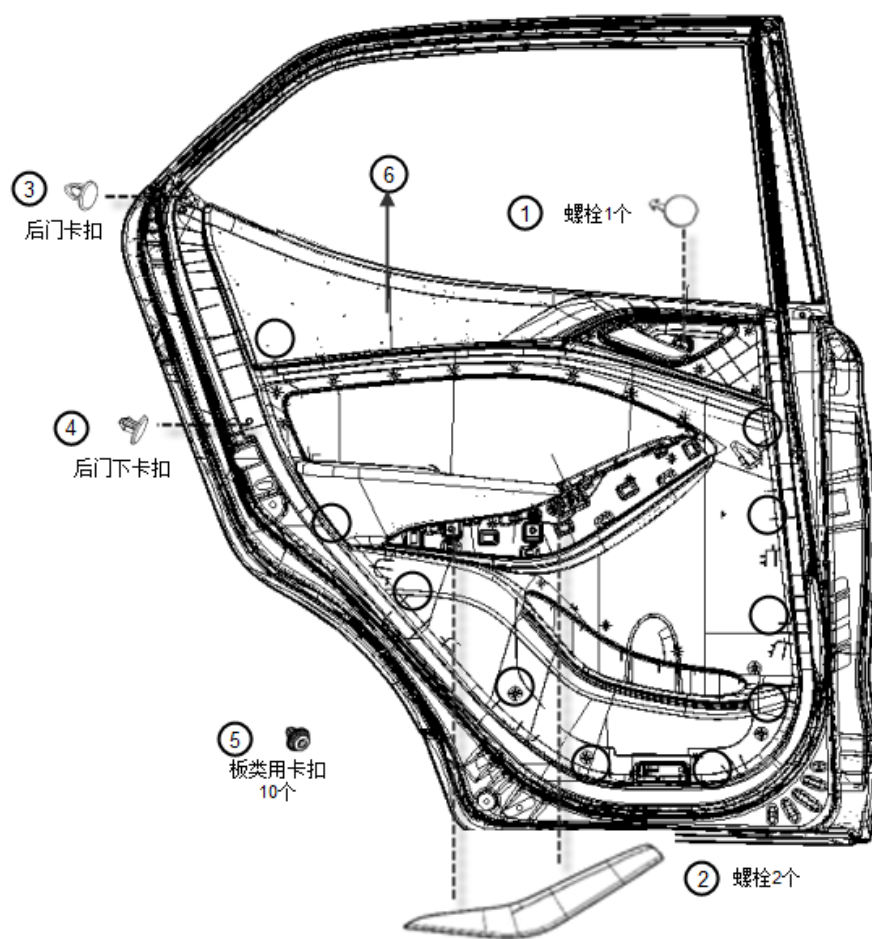

图1 后门板拆卸示意图
门护板总成通过螺栓和卡扣安装在车门钣金上，如图1所示，按图中①-⑦的顺序拆卸：